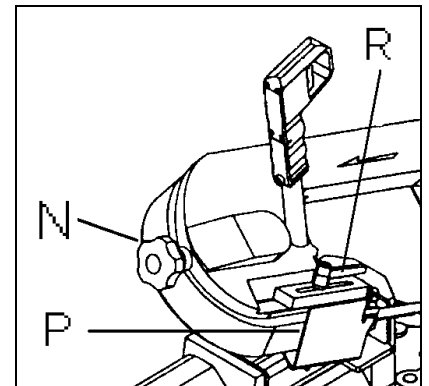
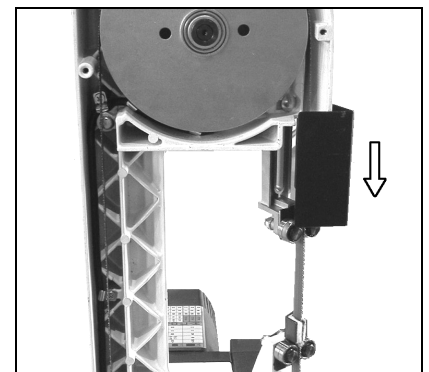

Fig 4
Fig 5
Desserrer la manette indicatrice (R, Fig 4) et abaisser le guide-lame (P) autant que possible (Fig 5).
Desserrer le levier (R, Fig 4) et positionner le guide lame aussi près que possible à la pièce à usiner. Resserrer le levier.